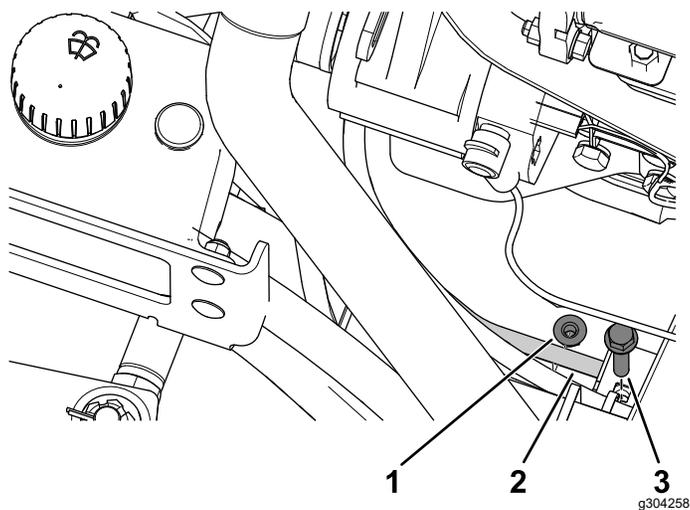

**Bild 31**
11. Bohren Sie ein Loch ( $\frac{1}{2}$ " ) durch das Abdeckungsgitter, um den Kabelbaum durchzuverlegen (Bild 31).